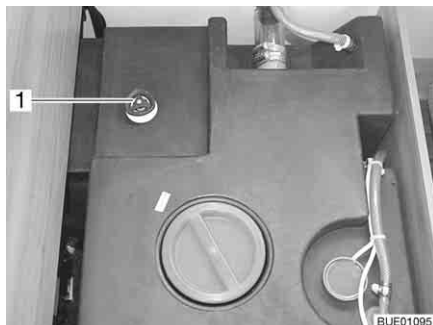

Bild 202 Vattentank med ratt
- Vrid ratten på vattentanken moturs mot motståndet till stoppläget (Bild 202, 1) för att öppna utloppsöppningen helt.